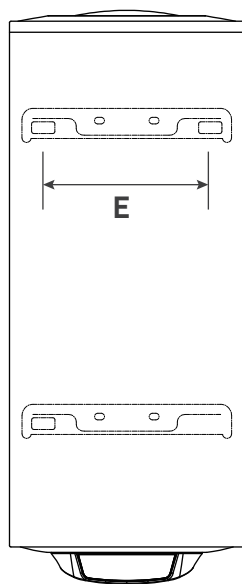

FIG. 04
2. Utilice un taladro para realizar los orificios a una profundidad de al menos 90 mm en la pared. Estos orificios deben estar alineados (ver Fig. 04 y 05).